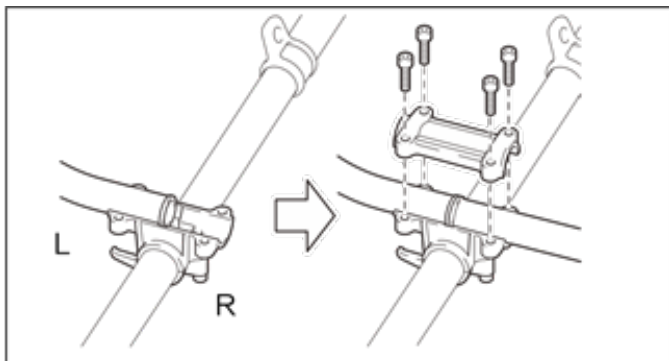

Рисунок 3. Схема встановлення частин руків'я на «штангу» коси.
5.1.2.1 Встановлення руків'я на «штангу» коси (рис. 3).